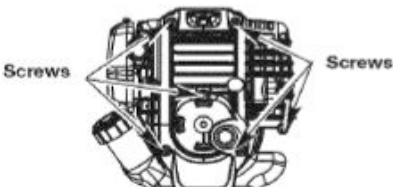

Рис. 27
- Открутите шесть (6) винтов на задней поверхности крышки двигателя с помощью отвертки для винтов с потайной головкой или отвертки T-25 Torx (Рис.27).
- Снимите крышку двигателя (Рис. 27).
1. Заглушите двигатель и подождите, пока он остынет. Открутите шесть (6) винтов на задней поверхности крышки двигателя с помощью отвертки для винтов с потайной головкой или крестообразной отвертки T-25 Torx (Рис. 27).